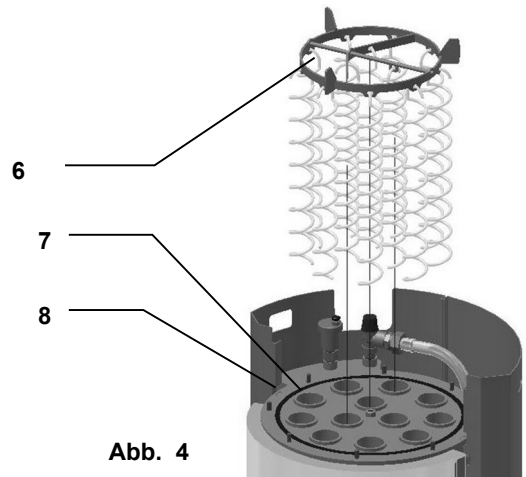

Abb. 4
7. Entfernen des kompletten Federhebers mit Federn nach oben, siehe Abb.4, Pos. 6
8. Reinigung der 12 Rohrzüge mit der mitgelieferten Reinigungsbürste, siehe Abb.4, Pos. 7
9. Beachten Sie die korrekte Lage des Dichtungsringes siehe Abb.3 und Abb.4 Pos. 8